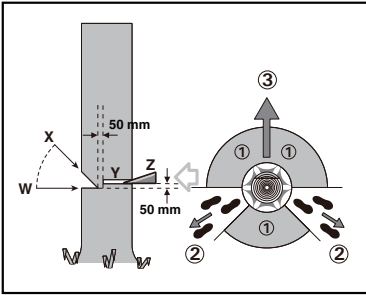

Abbildung 1
Vor dem Fällen sollte ein Fluchtweg geplant und wenn nötig freigemacht werden. Der Fluchtweg sollte nach hinten und diagonal zur Rückseite der erwarteten Falllinie erweitert werden, wie in Abbildung 1 dargestellt.
Setzen Sie einen Kerbschnitt, der ein Drittel des Stammdurchmessers ausmacht, im rechten Winkel zur Fallrichtung, wie in Abbildung 1 dargestellt. Zuerst den unteren waagrecht Kerbschnitt durchführen (W). Dadurch wird das Einklemmen der Sägekette oder der Führungsschiene beim Setzen des zweiten Kerbschnitts vermieden (X).